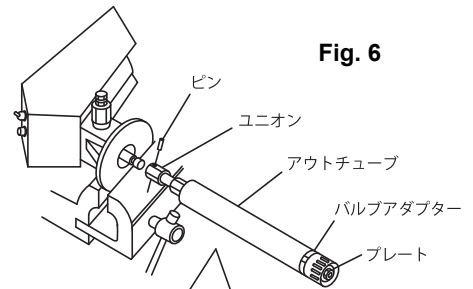

Fig. 6
- 5) バルブアダプターにスパナを掛けてねじ戻すと、サクシオンチューブも一緒に回り、上ポンプより外れます。この状態でプレートに当たるまで引っ張ると、上ポンプと接続しているユニオンが現れるので、ピンを抜きユニオンのネジを戻すと下ポンプが分離できます。(Fig. 6)